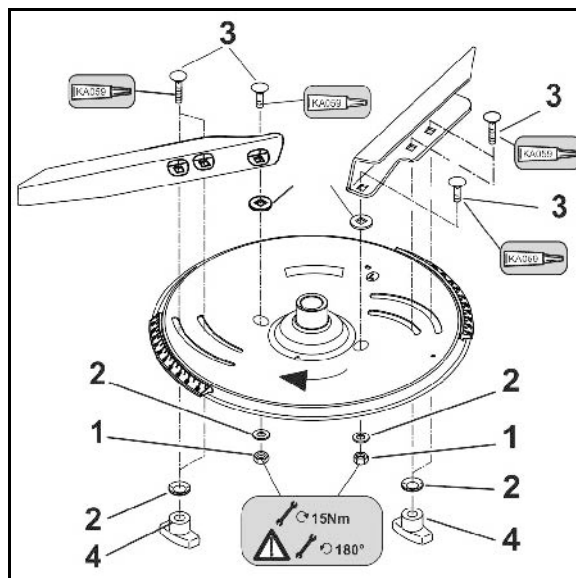

Рис. 49
- 6 болтов взвешивающего элемента (Рис. 49/1)